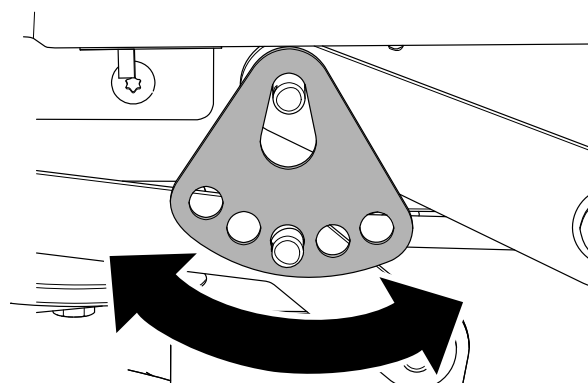

Bild 68
7. Drehen Sie die Schnitthöhenplatte in ein anderes Loch, so dass sie das Gewicht des Mähwerks nach der Montage der Platte trägt (Bild 68).
8. Montieren Sie die Unterlegscheibe und den Splint (Bild 68).